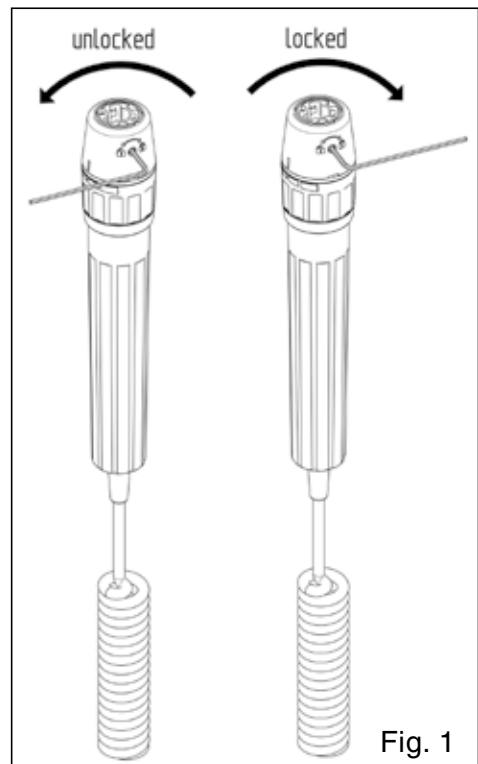

Fig. 1
- Påsatte instrumenter kan sikres mod utiladelig aftagning, idet fremgangsmåden på fig. 1 anvendes med den medfølgende sekskantnøgle.